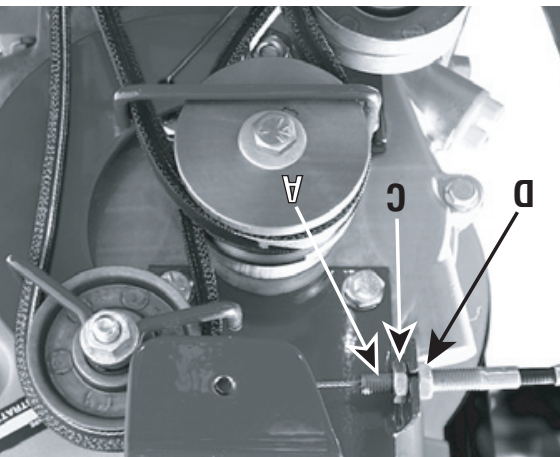

Figure 5-6: Déplacez le dispositif de réglage à filets (A) vers la gauche pour accroître la tension de la courroie.
5. Lâchez le bouton de commande de la marche arrière et dévissez l'écrou de blocage intérieur (C, Figure 5-6) d'un ou deux tours. Tirez le dispositif d'ajustement du câble filleté (A, Figure 5-6) vers la gauche jusqu'à ce que l'écrou de blocage intérieur (C) touche le support.
6. Empêchez l'écrou de blocage intérieur (C) de tourner et serrez l'écrou de blocage extérieur (D) contre le support. Empêchez l'écrou de blocage extérieur (D) de tourner et serrez l'écrou de blocage intérieur (C) contre le support.